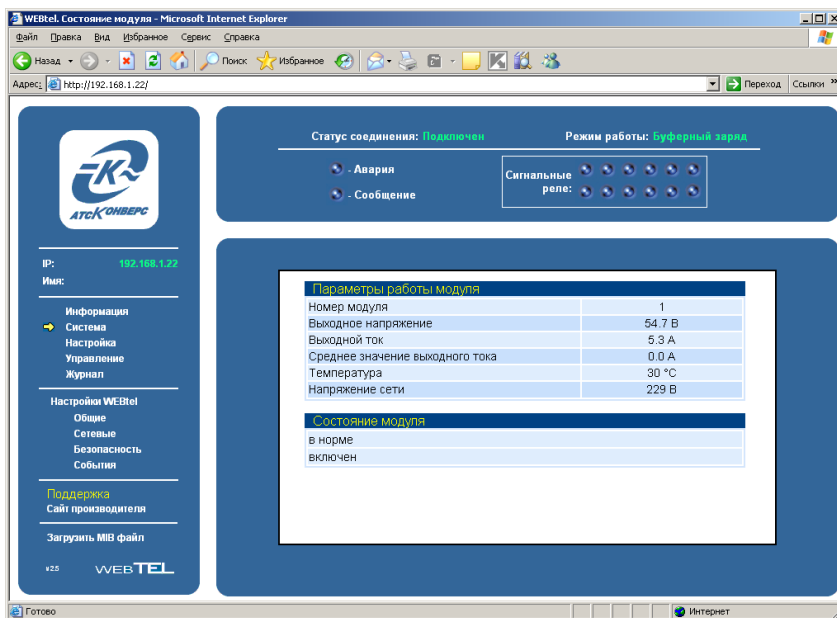

Рисунок 12 – Страница состояния модуля-выпрямителя
7.4.14 Для просмотра детальной информации о состоянии любого из подключенных модулей-выпрямителей необходимо ввести его номер в поле «Номер модуля» (либо щелкнуть левой кнопкой мыши по номеру) и нажать кнопку «Получить информацию», при этом будет открыта страница состояния выбранного модуля-выпрямителя (рисунок 12).